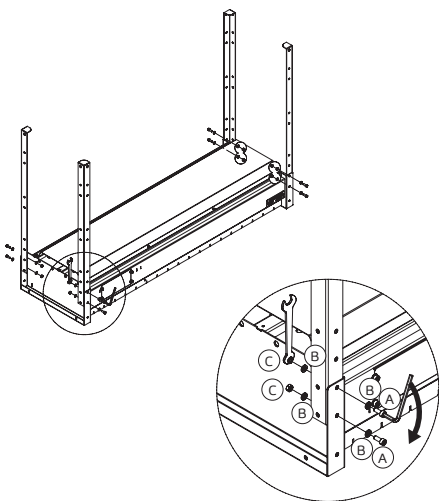
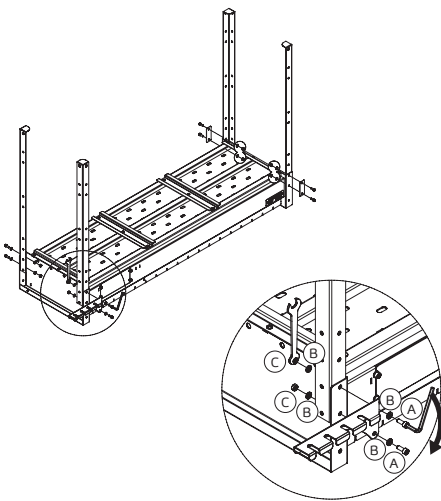
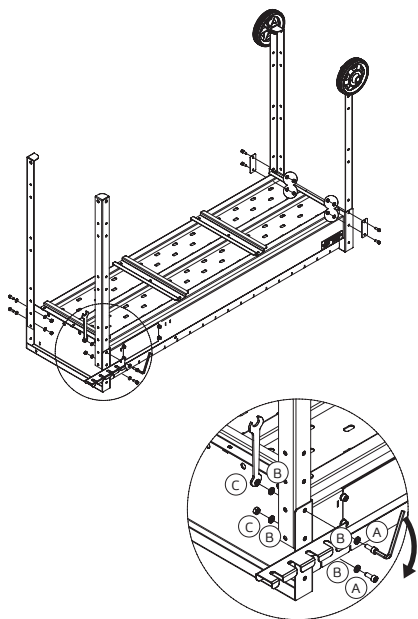

Рис. 8.
Рис. 9.
Рис. 10.
Взять жаровню (поз. 1) и уложить ее на гофрокартон от упаковки для предупреждения повреждения жаропрочного покрытия, повернуть ее, как показано на рис. 8 (для комплектации «Стандарт»), рис. 9 (для комплектации « Оптима»), рис. 10 (для комплектации «Премиум»), рис. 11 (для комплектации «Люкс»).
- Установить ножки (поз. 2) к углам жаровни (поз. 1) по очереди и закрепить винт (А) — 8 шт., шайба (В) — 16 шт., гайка (С) — 8 шт. с помощью ключей: ключом (К) стороной S10 держать гайку, вращать ключом (L), как показано на рис. 8. Проверить затяжку всех винтов.
- Установить ножки (поз. 2) к углам жаровни, держатель инструментов (поз. 12) и прокладки (поз. 9) по очереди, далее соединить винт (А), шайбу (В), гайку (С) с помощью ключей: ключом (К) стороной S10 держать гайку и вращать ключом (L), как показано на рис. 9, 10, 11.